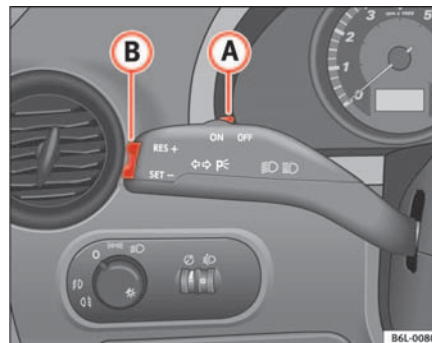

Abb. 98 Blinker- und Fernlichthebel: Schalter und Wippe für die GRA
- Schieben Sie den Schalter ⇒ Abb. 98 **(B)** nach links auf **ON**.